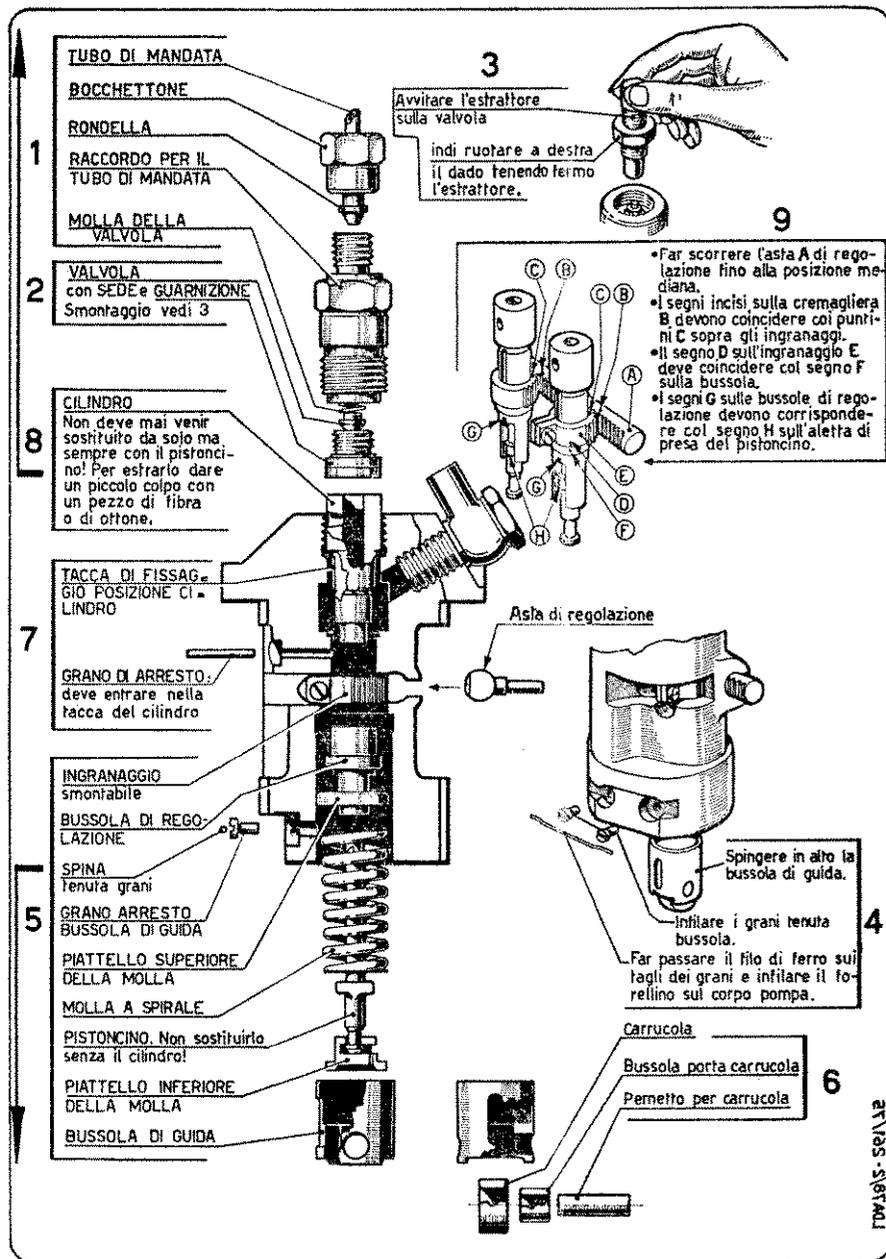

Fig. 1 - ISTRUZIONI PER LO SMONTAGGIO E RIMONTAGGIO DELLA POMPA INIEZIONE
A) **Pompa iniezione.** — E' del tipo Bosch, a due elementi ed è fissata in posizione inclinata in apposito alloggiamento del basamento. Le camme agiscono direttamente sui rullini dei pompanti. Per quanto riguarda le istruzioni per lo smontaggio e il rimontaggio degli elementi che compongono la pompa iniezione vedere fig. 1 a pag. 6.